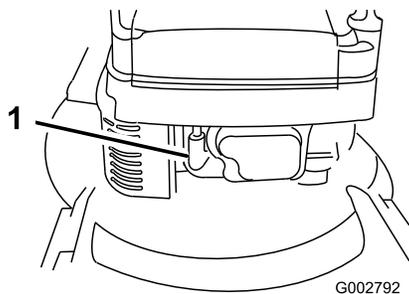

Figure 15
1. Branchez la bougie (Figure 15).